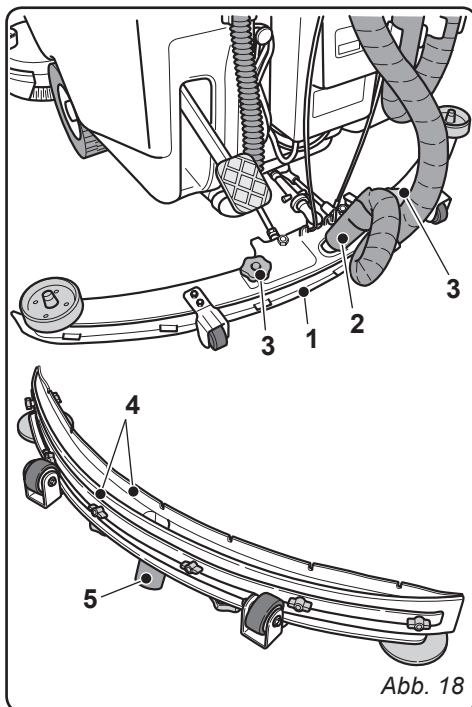

Abb. 18
10.1.c - Reinigung des Wischers (Abb. 18)